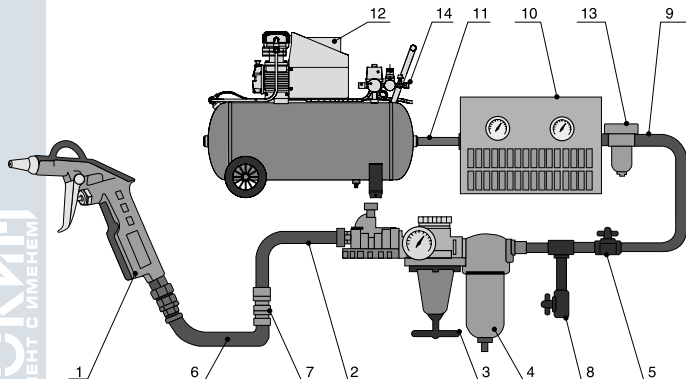

Рисунок 1 – Подключение пневматики
1. Рекомендуется подключать пневмоинструмент к системе подачи сжатого воздуха, состоящей из компонентов, указанных на рис. 1.